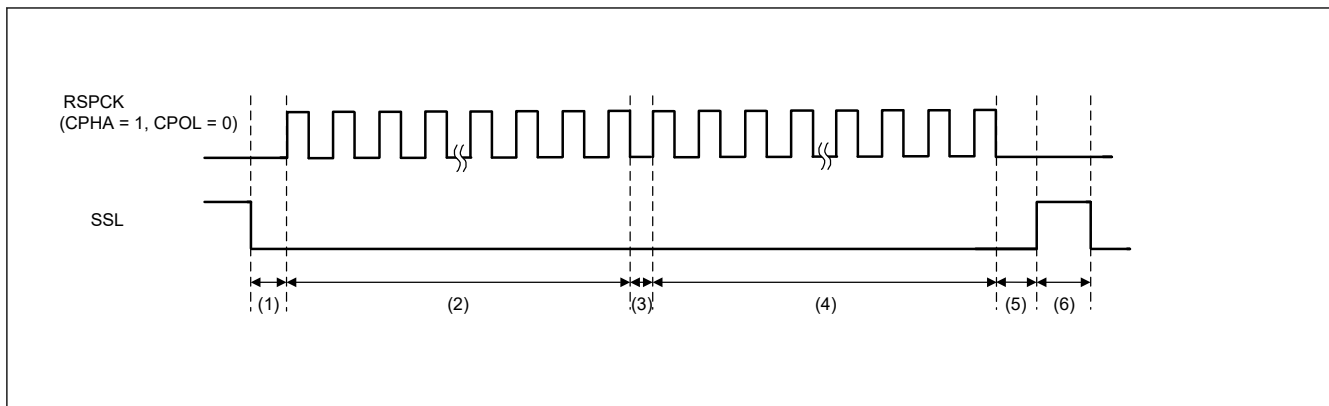

図 30.47 SSLKP ビットを利用したバースト転送の動作例 (BFDS = 1)
図 30.47 に SPCMD0 および SPCMD1 レジスタの設定値を使用してバースト転送を実現した場合の SSL 信号の動作例を示します。以下では、図 30.47 に示す (1)~(6) の SPI の動作内容について説明します。SSL 出力信号の極性は、SPI スレーブ選択極性レジスタ (SSLP) の設定値に依存します。